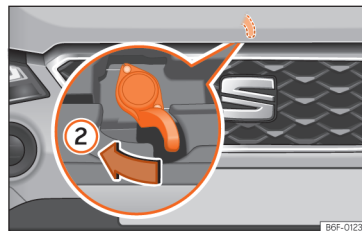

Fig. 190 Alavanca sob o capô.
- Para levantar o capô, pressione para a esquerda a alavanca situada sob o capô, no centro »» **Fig. 190 ②**. Os ganchos de fixação ficam desbloqueados.